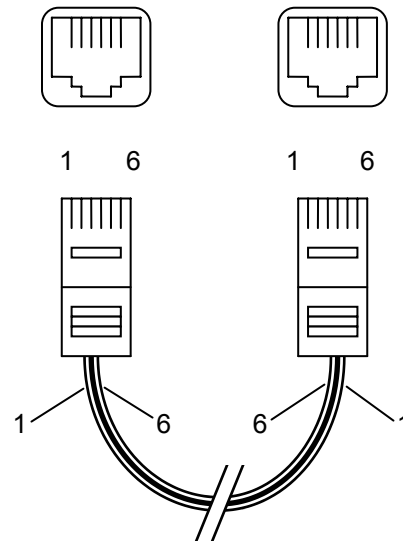

Figure 1: Câble modulaire à 6 fils (fils croisés)
- Deux câbles modulaire de transmission à 6-fils (RJ12, fils croisés ; voir Figure 1) pour raccorder le *Masterlink MICC* au convertisseur Mass Sine et au chargeur Mass.